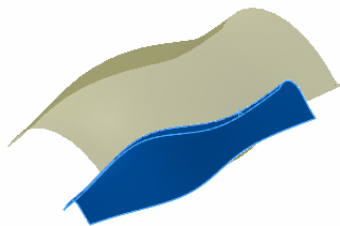

图 7-83 等距曲面效果
① 单击曲面工具栏上的等距曲面按钮，或选择“插入”→“曲面”→“等距曲面”命令。
② 在“等距曲面”属性管理器中，单击图标右侧的显示框，然后在右面的图形区域选择要等距的模型面或生成的曲面。
③ 在“等距参数”栏中的微调框中指定等距面之间的距离。此时在右面的图形区域中显示等距曲面的效果，如图 7-83 所示。